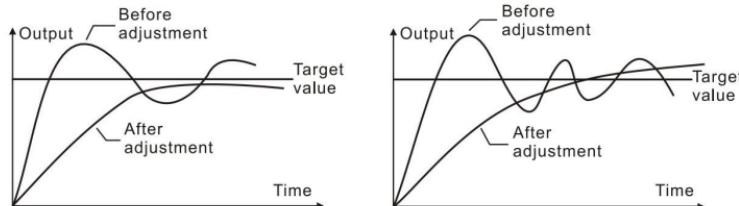

Abbildung 6-15 Ausgabe unterdrücken
- Beachten Sie die Beschreibungen in Abbildung 6-15/6-16 für die spezifische Anwendung.